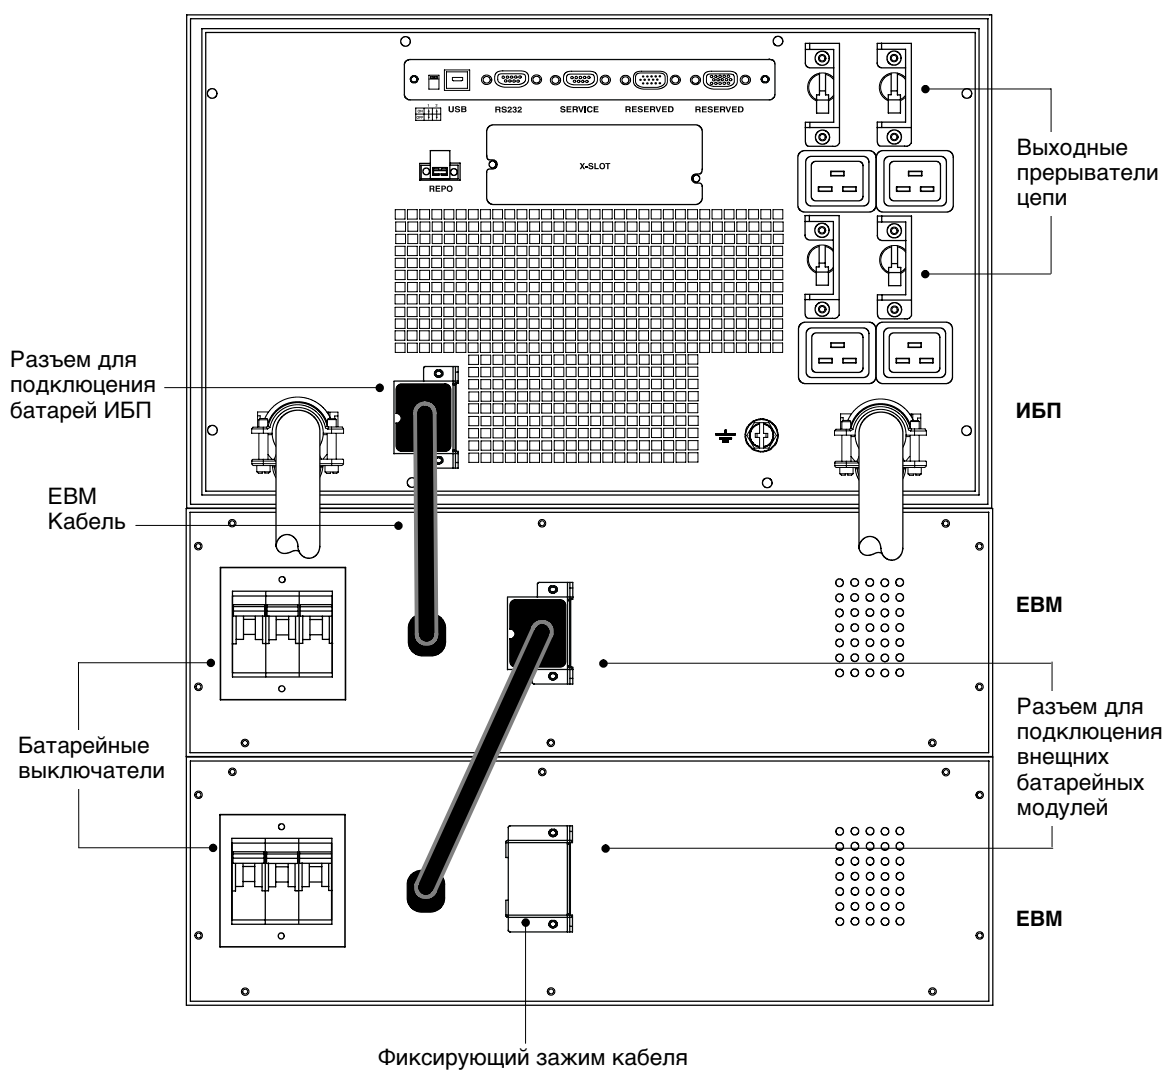

Рисунок 26. Стандартная установка ЕВМ
1. Убедитесь в том, что выключатели на задней панели ИБП находятся в выключенном положении [OFF (O)] — см. рис. 26 на стр. 22.
1. Убедитесь, что все выключатели цепи находятся в выключенном [OFF (O)] положении (см. рис. 26).
4. Вставьте кабель дополнительного батарейного модуля (одного или нескольких) в батарейный разъем как показано на рис. 26. Допускается подсоединение к ИБП до 4-х дополнительных батарейных модулей.